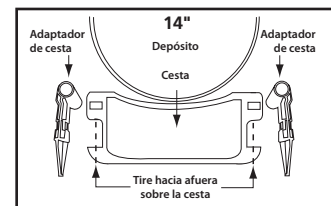

Figura 20
3. Coloque el bastidor principal dentro del bastidor trasero. Acople los (2) tornillos mecánicos de 5/8 de largo, las arandelas de seguridad y las tuercas a ambos lados. Apriete firmemente.
7. Aplique los adaptadores de cesta al soporte vertical de la manija. **Figura 19** (consulte la **Figura 20** para la correcta ubicación de los adaptadores)
11. Coloque el eje de manera vertical sobre una superficie dura y martille la tuerca ciega (1). Coloque la rueda (1) en el eje y deslícela hacia abajo hasta la tuerca ciega. Deslice el eje a través de la parte posterior del bastidor y deslice sobre la otra rueda. Antes de montar la tuerca ciega en el otro extremo del eje, asegúrese de que la carretilla se haya montado correctamente. (Puede colocar el depósito sobre la carretilla y apretar la perilla del sujetador de retención para estar seguro de que el montaje es correcto).
13. Coloque la cesta de accesorios sobre los adaptadores y fíjela en su lugar mediante presión mientras tira hacia afuera en el borde exterior del reborde de la cesta (**Figura 20**).